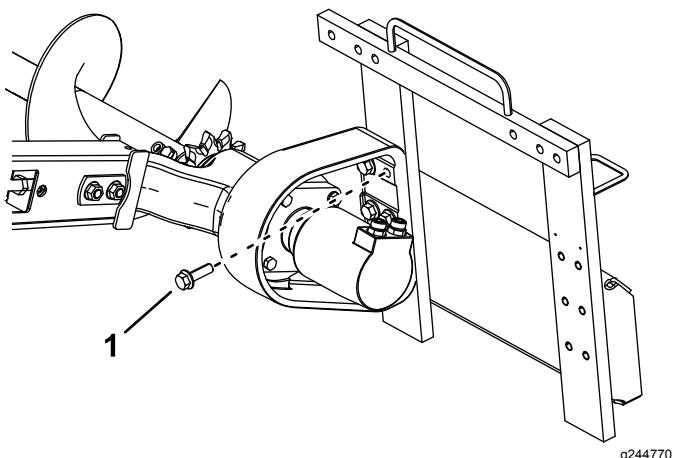

Figure 8
- Boulon (6)
- Fixez la tête au bâti avec les 6 boulons retirés précédemment (Figure 8).